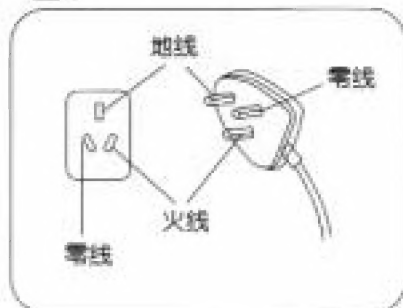

图7
2. 电源线及插头若有损伤，应由维修人员立即更换，用户不得自行更换或随意加长。并请您按图示的正确接线方式接线。（图7）